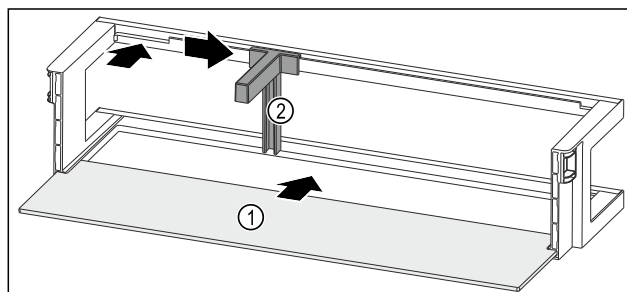

Fig. 123 Dvevní přihrádka s odkládací plochou
- Odkládací plochu Fig. 123 (1) zasuněte do bočních vybrání.
- Držák lahví Fig. 123 (2) vložte do vybrání.
- Držák lahví Fig. 123 (2) posuňte na stranu do požadované polohy.